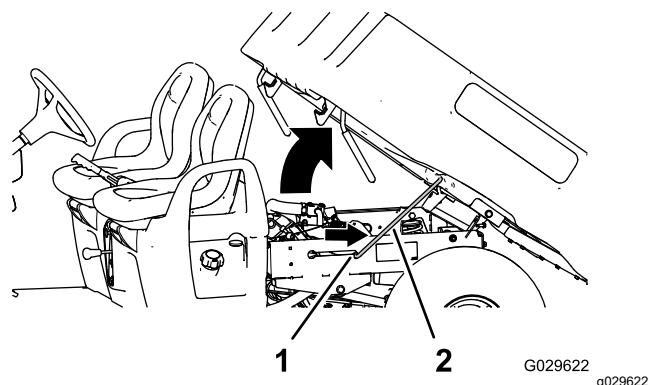

Figura 14
2. Estrarre l'asta di supporto dalla fessura di arresto (Figura 14).
3. Abbassare il pianale fino a quando non si fissa saldamente in posizione (Figura 14).
2. Tirare l'asta di supporto inserendola nella fessura di arresto per fissare il pianale (Figura 14).